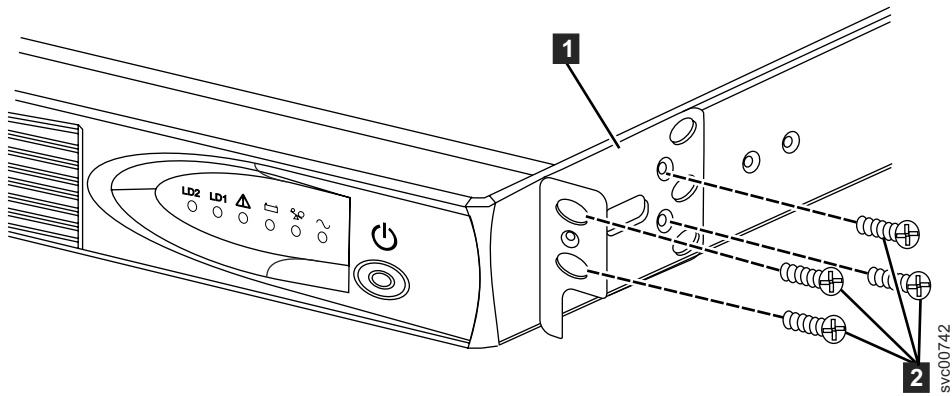

図 324. 2145 UPS-1U 用の 2145 UPS-1U 取り付け金具の取り付け
3. 取り付けブラケットごとに 4 つの M3 × 6 ねじ **2** を使用して、取り付けブラケット **1** の長い側を 2145 UPS-1Uの各側面に取り付けます (368 ページの図 324 を参照)。